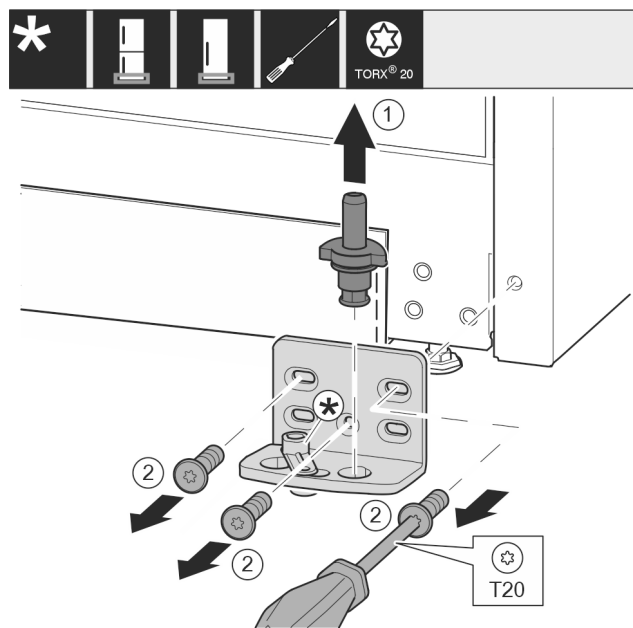

Fig. 42 *
- Ložiskový čep Fig. 42 (1) celý vytáhněte nahoru.*
- Šroubovákem vyšroubujte šrouby Fig. 42 (2) a sejměte stojan ložiska.*